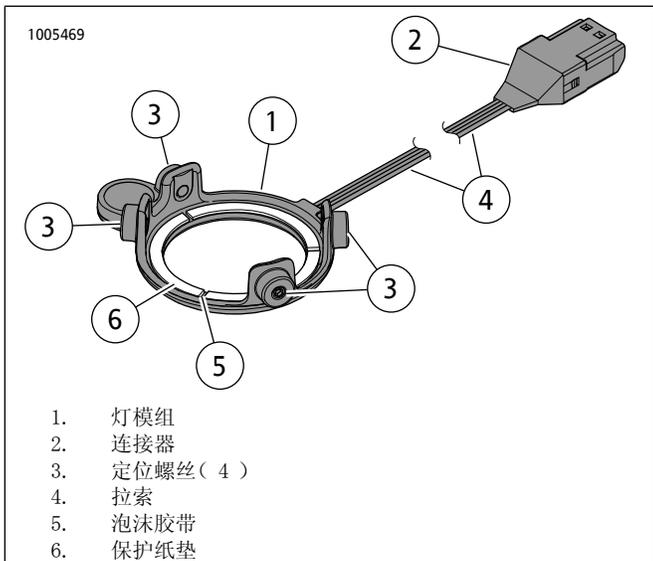

图20. Stage I边箱扬声器LED灯
11. 参见图 20。从灯模组(1)背面的泡沫胶带(5)去掉保护纸垫(6)。